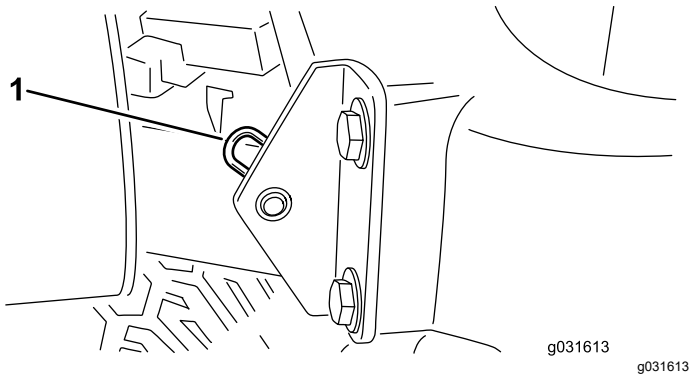

Figura 39
2. Retire el pasador que fija el pivote del capó a los soportes (Figura 39).